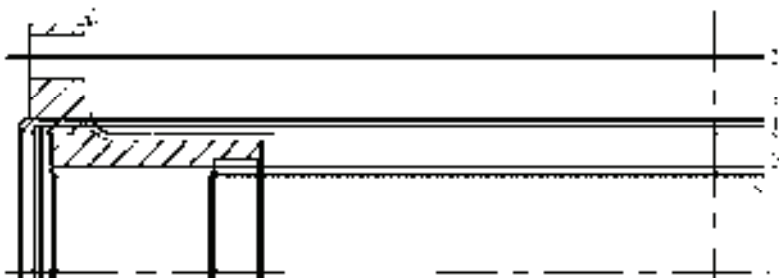

图 8-59 绘制中心线和辅助线后的图形
2) 绘制辅助线。将“实体层”图层设置为当前层。单击“绘图”工具栏中的“直线”按钮，以图 8-59 所示的点 A 为起点绘制长度为“245”(X 轴方向)的直线。使用“直线”命令依次绘制其他辅助线，结果如图 8-59 所示。
1) 绘制齿顶圆和齿根圆。单击“绘图”工具栏中的“圆”按钮，以图 8-59 中右边两条中心线交点为圆心，分别以图 8-59 中辅助线 8 到中心线交点的距离、辅助线 6 到中心线交点的距离为半径绘制圆。
2) 绘制分度圆和端部孔定位圆。将“中心线”图层设置为当前层，用与上面相同方法，以图 8-59 中右边两条中心线交点为圆心，以图 8-59 中辅助线 7 到中心线交点的距离为半径绘制圆。使用“圆”命令依次绘制其他圆，结果如图 8-60 所示。
3) 绘制连接盘端部孔。将“实体层”图层设置为当前层。单击“绘图”工具栏中的“圆”按钮，以图 8-59 中辅助线 2 与竖直中心线的交点为圆心，绘制半径为“8”的圆。